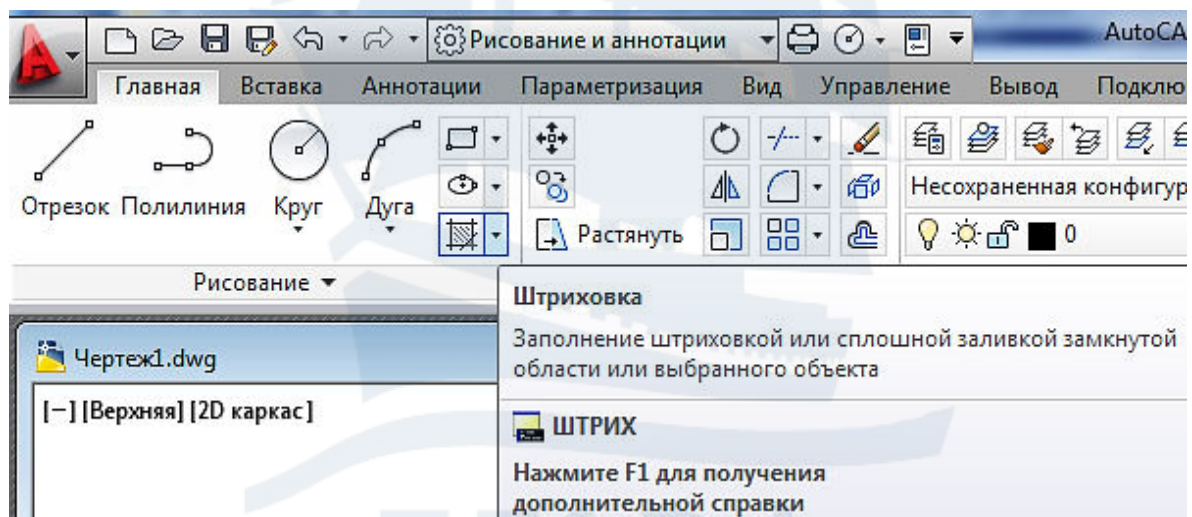

Рис. 146
- нажать кнопку  **Штриховка** на панели инструментов **Рисование** на вкладке **Главная** ленты инструментов (рис. 146, 147);